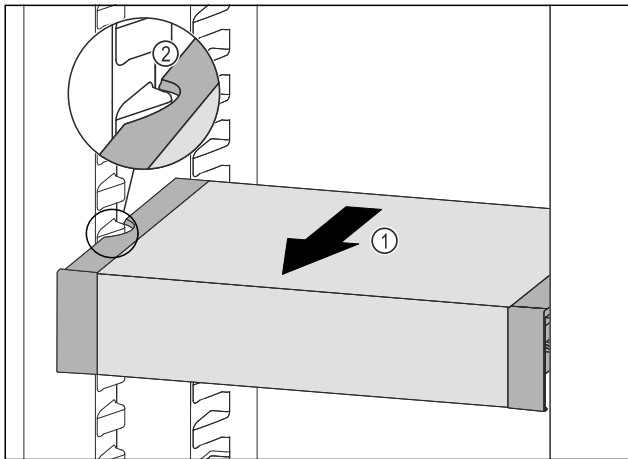

Fig. 157
- Tirer le VarioSafe vers l'avant Fig. 157 (1) jusqu'à ce que les encoches latérales du VarioSafe se trouvent au niveau de la nervure du bac dans la partie réfrigérateur. Fig. 157 (2)